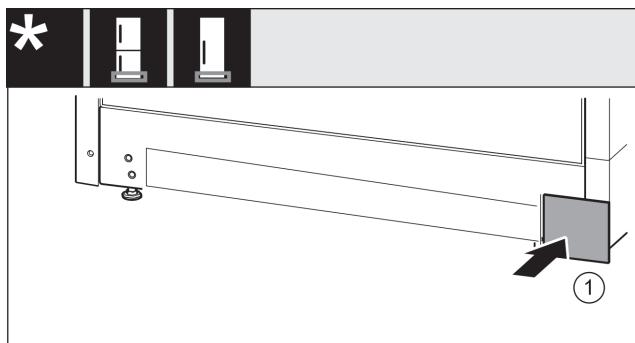

Fig. 27
- Kryt opäť nasad'te na druhú stranu. Fig. 27 (1)